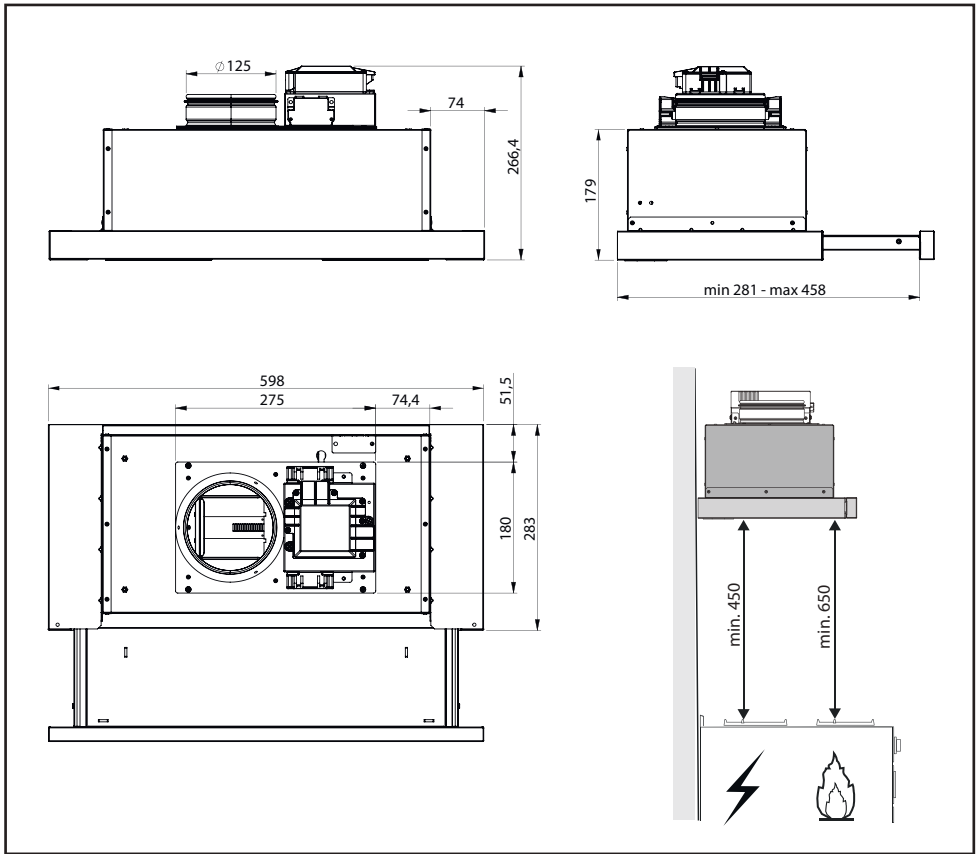

Fig.1
- B** Indjuster niveauet for grundventilation. Ud fra trykmålingen [Pa] og positionsmarkeringen [POS], indstilles det ønskede grundventilationsniveau ved at flytte det mekaniske stop jf. fig. 2, ud fra indjusteringsskemaet fig. 1.
- C** Indjuster niveauet for forceret ventilation. Ud fra trykmålingen [Pa] og positionsmarkeringen [POS], indstilles det ønskede forceret ventilationsniveau ved at flytte det mekaniske stop jf. fig. 2, ud fra indjusteringsskemaet fig. 1.
Type "A": This type of appliance must be fitted inside a cabinet or inside another type of support structure. To fix it in place, use 4 screws which are suitable for the type of cabinet, making holes in accordance with the diagram shown in Fig.1.